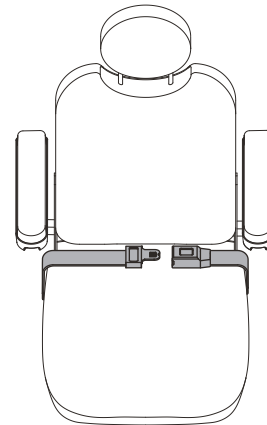

Figure 8. Ceinture de positionnement
Votre fauteuil motorisé peut être équipé d'une ceinture de positionnement réglable pour un meilleur confort. Voir la figure 8. La ceinture de positionnement, réglable, a été conçue pour soutenir et empêcher tout glissement vers le bas ou vers l'avant une fois assis. La ceinture de positionnement n'a pas été conçue pour être utilisée comme ceinture de sécurité.
1. Prenez place sur le siège, insérez la patte métallique d'un côté dans le boîtier de la boucle du côté opposé jusqu'à ce que le « clic » se fasse entendre. **Voir la figure 8.**